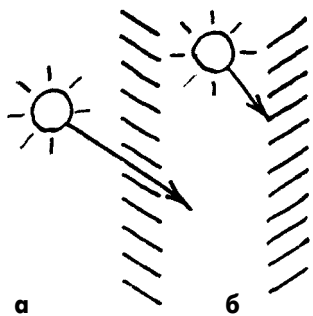

рис.5
**Кондиционирование с помощью жалюзи.** Это простое устройство хорошо пропускает упорядоченные солнечные лучи внутрь помещения, откуда они уже не вырвутся (рис.5,а). Летом достаточно повернуть плоскости жалюзи перпендикулярно
но солнечным лучам, и в комнате воцарится прохлада (рис.5,б).